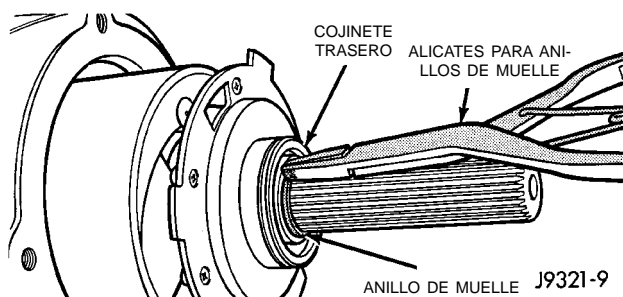

Fig. 78 Instalación del anillo de muelle del cojinete trasero
- (5) Instale el anillo de muelle de retención del cojinete trasero (Fig. 78).